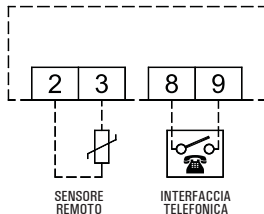

Fig. 4
4. Eseguire i collegamenti elettrici seguendo lo schema di collegamento di Fig. 4.